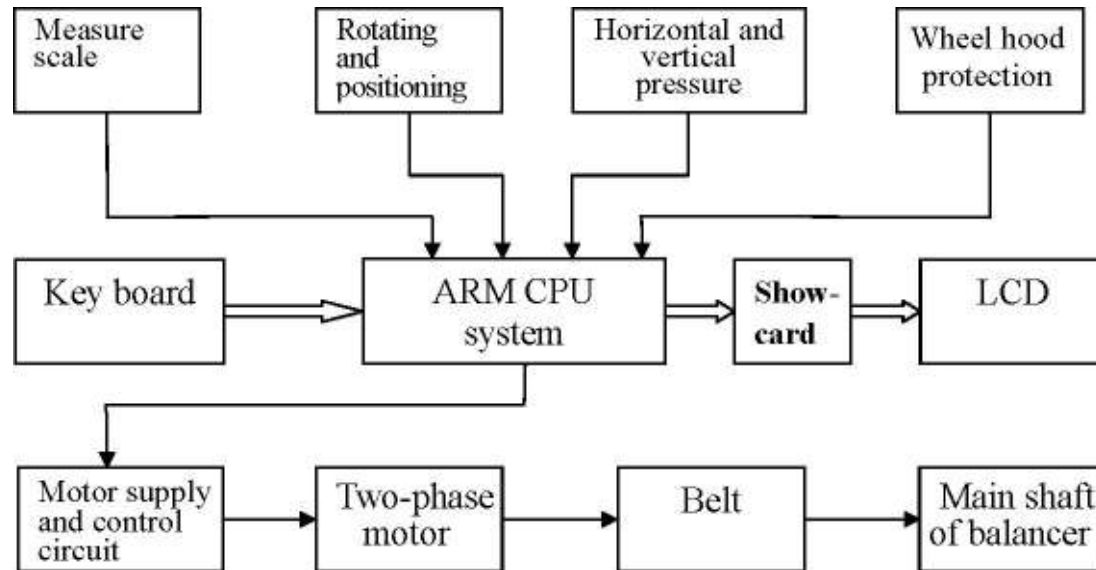

Рис. 3-1
3.2 Основные части электрики: (См. рис. 3-1)